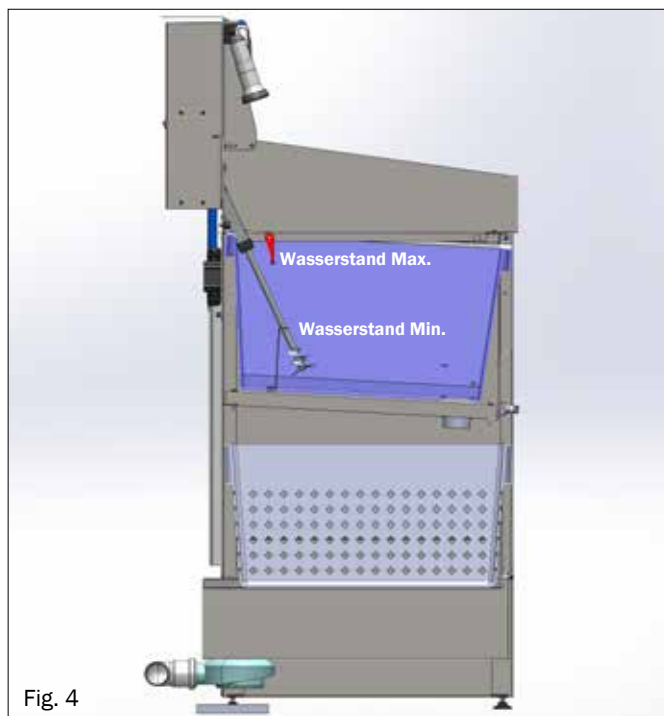

Fig. 4
- Pulizia dei rulli nel lavandino di prelavaggio dei rulli (contenuto della confezione ColorFree top Set) (9) Fig. 4
prima che l'acqua di lavaggio possa essere trattata nel corso dell'ulteriore funzionamento, deve essere presente un livello minimo dell'acqua (livello minimo dell'acqua) Fig. 4.